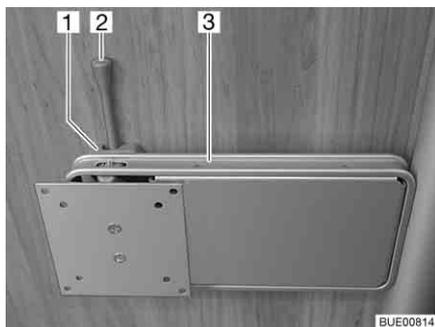

Fig. 43 Fijación en la columna
- Empujar la palanca de desbloqueo (Fig. 43,2) hacia el lado y girar el soporte (Fig. 43,3) junto con la pantalla plana a la posición deseada.
- Girar la pantalla plana hacia la posición inicial hasta que el soporte (Fig. 43,3) engatille en el bloqueo (Fig. 43,1).